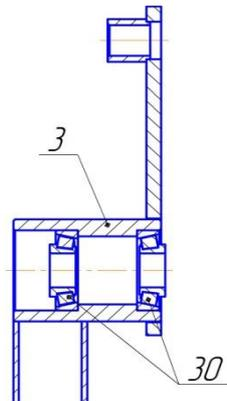

Рис. 10. Схема сборки подшипникового узла рычага валика.
12. Во втулку поз.3 (Рычаг валика) установить с зазором поз.30 (Подшипник) 2шт. Ориентация роликов согласно рис.10. На подшипники нанести консистентную смазку типа "Литол".